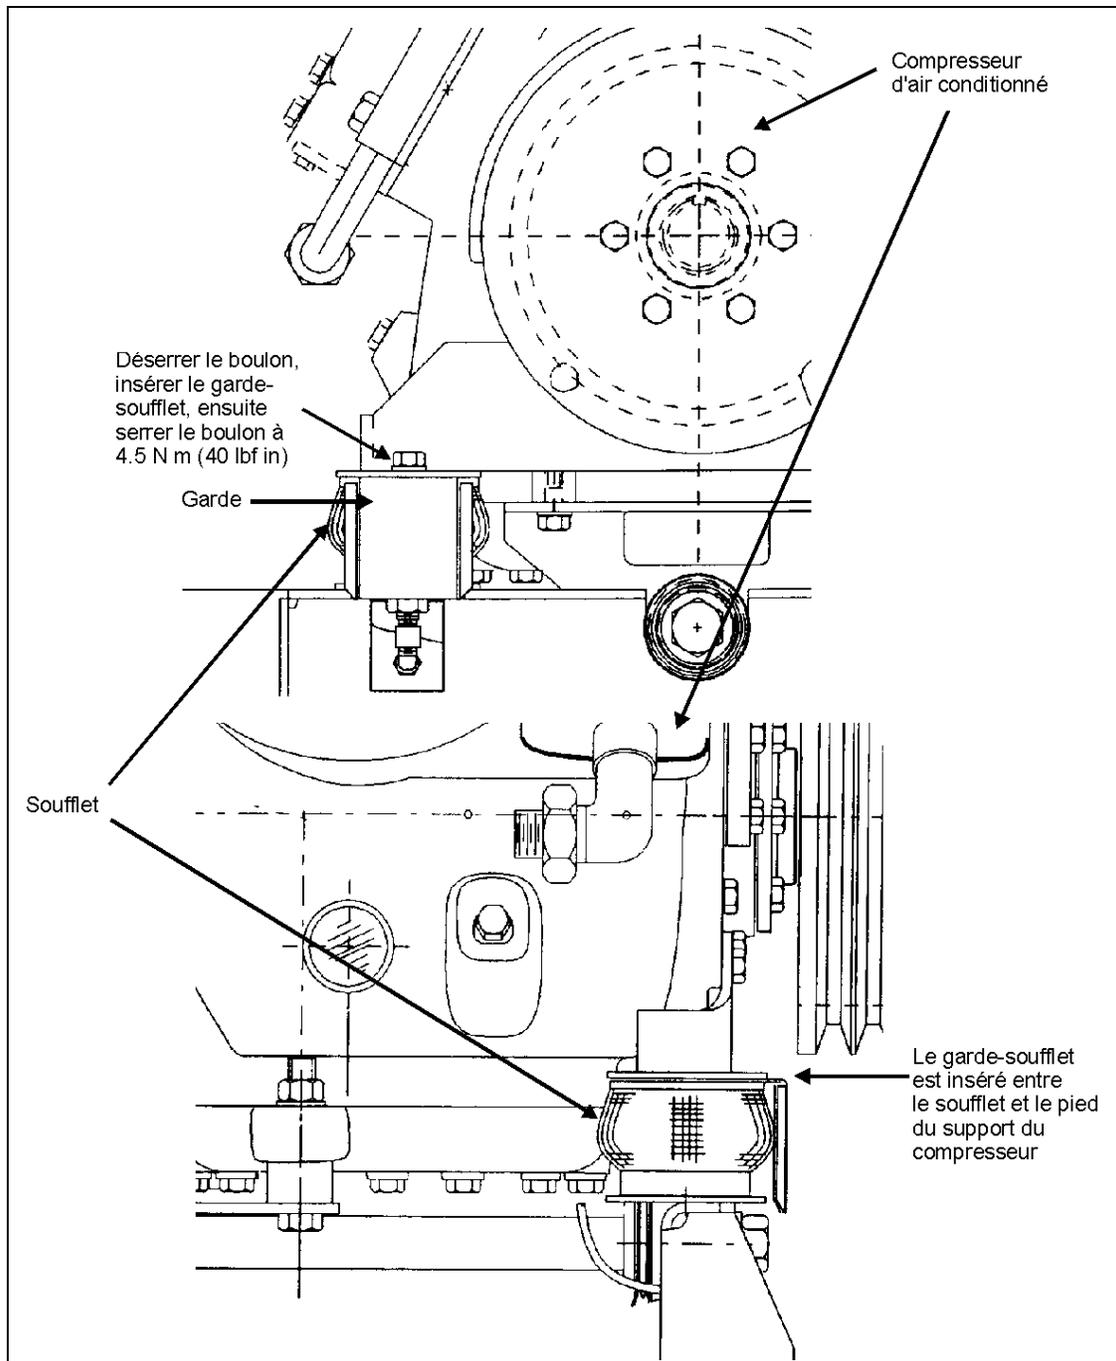

FIGURE 1: INSTALLATION DU GARDE-SOUFFLET
1. Desserrer le boulon supérieur suffisamment pour insérer le garde-soufflet tel que décrit à la figure 1. Assurez-vous qu'il est inséré complètement.